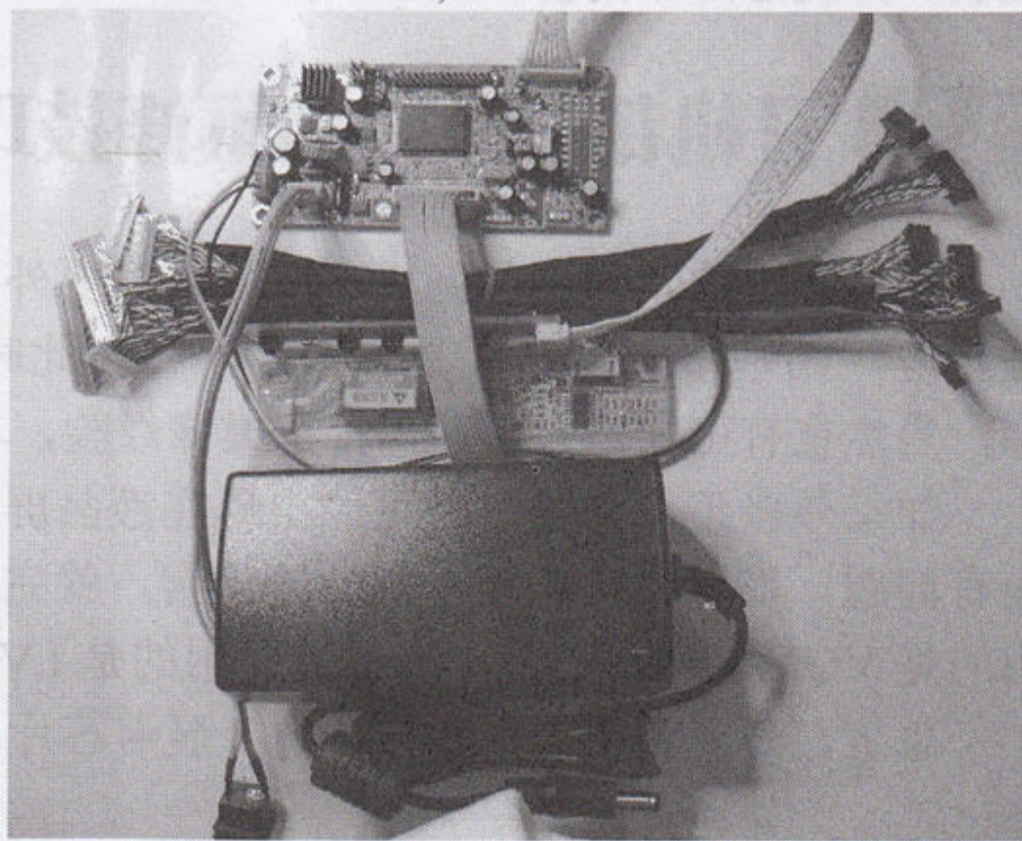

图 8-8
(1) 更换一个同接口类型的液晶屏，这种方法最保险，但是如果如果没有备用屏则变的麻烦。
(2) 用万能点屏套件去测试手里的这张屏，万能点屏套件我们在《液晶显示器维修标准教程》一书中有介绍，它可以轻松判断液晶屏是否有问题，该套件的工作原理是利用跳线和更换屏线的方法，实现对各种液晶屏的点亮操作，如图 8-8 所示，点屏套件里包括万能驱动板一个（跳线方式，不需要刷程序）、电源一个、万能高压板一个、屏线一套、控制菜单一个、VGA 头一个、DC 头一个、高压板线一个及使用说明一份，使用说明里有如何根据笔记本电脑屏的接口选择屏线及进行合适的跳线，用它就可以很快测试各种笔记本电脑屏的好坏，从而在笔记本电脑维修中可以快速确定故障部位，如果再配合一条 LED 专用的屏线，测试 LED 屏也是没有问题的。